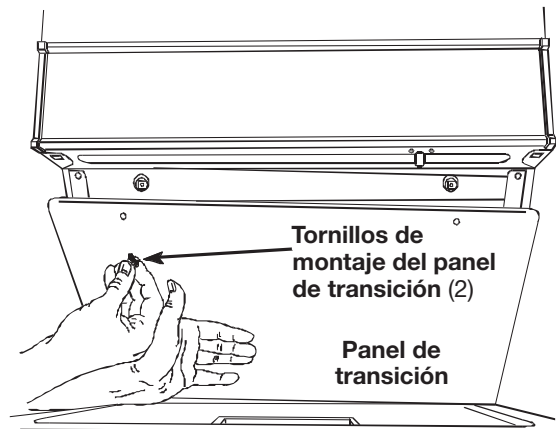

Figura 2
3. Retire el panel de transición frontal quitando dos (2) tornillos. Vea la Figura 2. Esto permitirá acceder al codo de salida del escape.